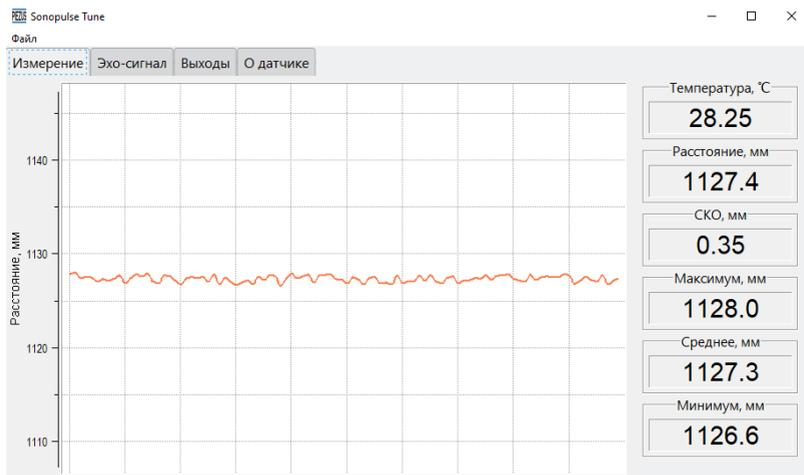

Рисунок 2.2 – Вид главного окна программы «Sonopulse Tune», вкладка «Измерение».
2) После соединения с датчиком появится главное окно, где доступны для выбора вкладки: **Измерение**; **Эхо-сигнал**; **Выходы**; **О датчике** (**рисунок 2.2**).
3) На вкладке «**Измерение**» выводятся текущие значения всех измеряемых параметров (**рисунок 2.2**):